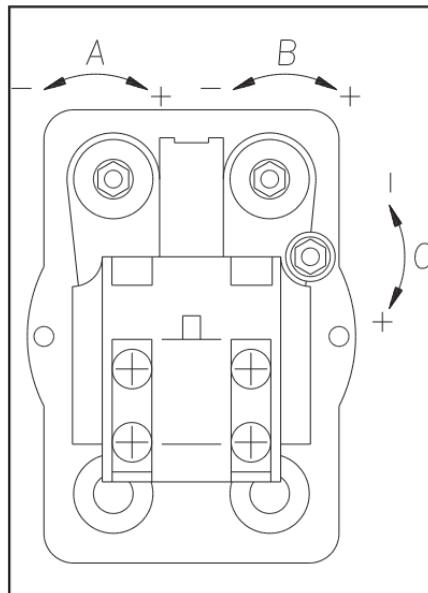

Abb. 14: Stellschrauben Einstellung Betriebsdruck und Differenzdruck
- ◆ Zur Druckminderung drehen Sie die Schrauben "A" und "B" gegen den Uhrzeigersinn (Abb. 14:).
- ◆ Drehen Sie Schraube "C" im Uhrzeigersinn, um den Differenzdruck zu mindern (Abb. 14:).